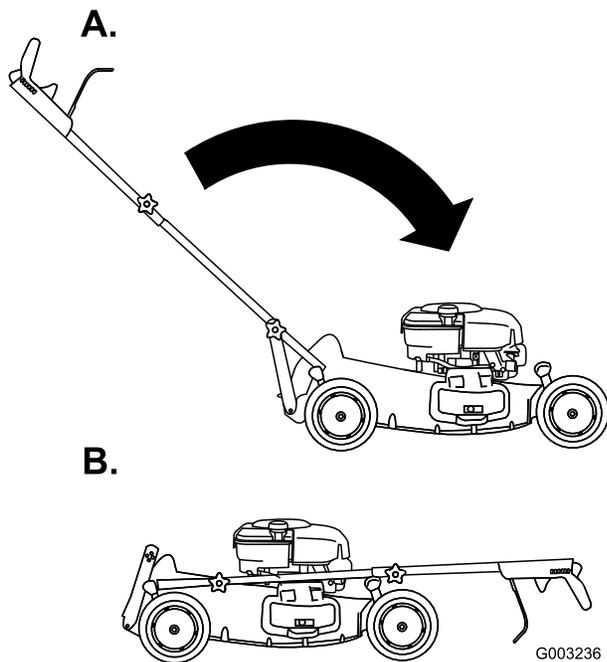

Bild 41
3. Drehen Sie den Griff nach vorne (Bild 41).